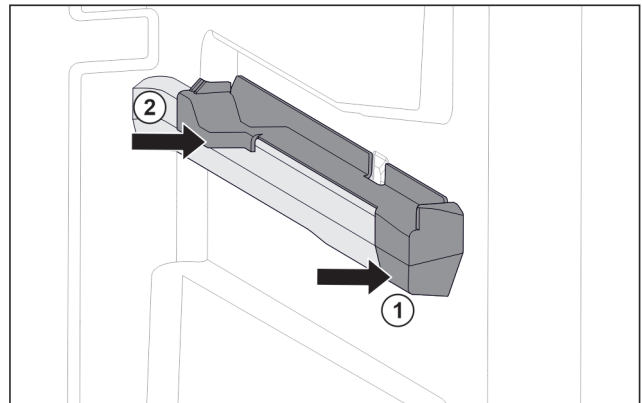

Fig. 109 Élément emboîtable sur la nervure de récipient droite
- ▶ Poser le devant de l'élément emboîtable contre la nervure de récipient. Fig. 109 (1)
- ▶ Enfoncez l'arrière de l'élément emboîtable. Fig. 109 (2)